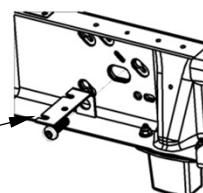

Figura 1
Cualquier pieza que aparece en la Figura 1 no descrita en la tabla de abajo viene con el kit 30153.
Cuando instale según la Figura 1 y 6, durante la perforación proteja el tanque de combustible y los tubos de relleno, líneas de frenos y arnés de cables colocando un pedazo de metal entre el piso de la caja y los componentes que estén potencialmente en riesgo del lado del conductor. Esto impedirá que perfore en estos elementos.
7. Sujete los soportes del bastidor a los largueros del bastidor del vehículo como se muestra en la figura 1. Pase el perno de casquete (6) a través de la arandela cónica (4) de 5/8" y luego del interior de la ranura trasera del bastidor del vehículo: Coloque el soporte de montaje (1), la arandela cónica de 5/8" (4) y la tuerca de 5/8" (3) y apriete a mano. En vehículos Pickups con controlador de freno OE, remítase al paso 2 de instalación para reubicar el enchufe con el soporte angular. Use el perno de casquete (6) para unir el soporte angular al interior del bastidor (ver Figura 2c) , el soporte angular irá entre la arandela plana y el bastidor
8. Al pasar los pernos de carroaje (9) a través de las ranuras superior e inferior en el bloque de refuerzo (10) se creará una correa de amordazamiento que irá dentro del larguero del bastidor y se conectarán con el soporte de montaje. Hay dos juegos de orificios diferentes en el soporte de montaje que permiten la mejor superficie de amordazamiento con el bastidor del vehículo. Cambiar los orificios del soporte de montaje permitirá que la correa de amordazamiento mueva el vehículo hacia adelante o hacia atrás. Una vez que se pasen los pernos de la correa a través de los mejores orificios de montaje rosque el bloque de refuerzo (10), la arandela cónica de 1/2" (8) y la tuerca de 1/2" en los pernos y apriete a mano.